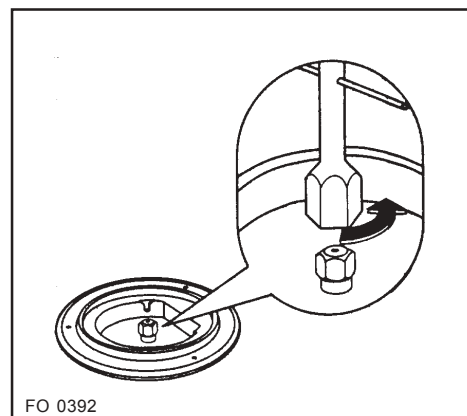

Fig. 6
3. Con una chiave a tubo da 7 svitate e togliete (Fig. 6) gli ugelli, sostituendoli con quelli corrispondenti al tipo di gas di funzionamento (vedi tabella "Caratteristiche dei bruciatori").